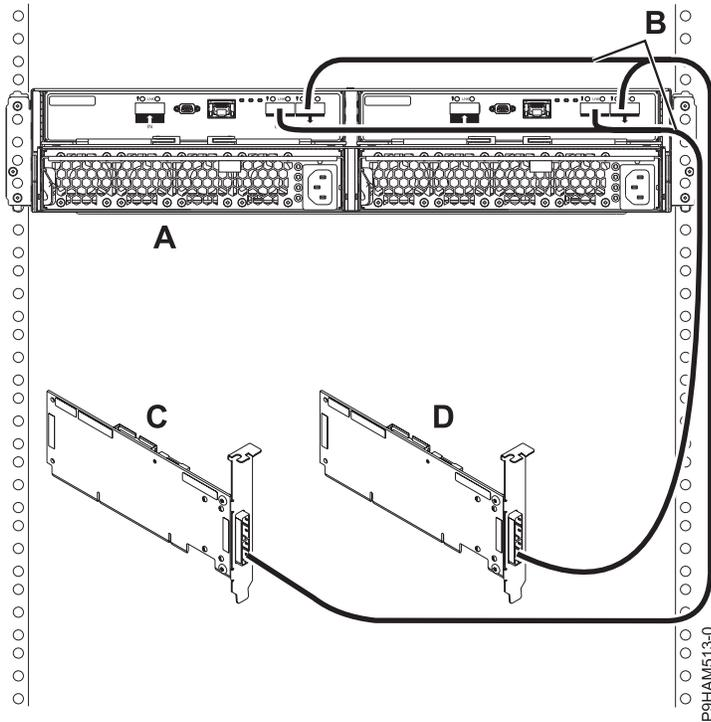

Figure 27. Connexion de mode 2 d'un boîtier d'unité de disque 5887 via des câbles YO à deux adaptateurs SAS indépendants
18. Effectuez une connexion de mode 2 d'un boîtier d'unité de disque 5887 (A) via des câbles YO (B) à deux adaptateurs SAS indépendants (C et D) comme illustré dans la figure 27, à la page 26, puis passez à la section «Connexion des câbles et des cordons d'alimentation et installation des capots», à la page 29.
- L'adaptateur SAS indépendant 1 (C) n'a pas accès à l'autre adaptateur indépendant et accède uniquement aux baies d'unité D1 à D12.
- L'adaptateur SAS indépendant 2 (D) n'a pas accès à l'autre adaptateur indépendant et accède uniquement aux baies d'unité D13 à D24.